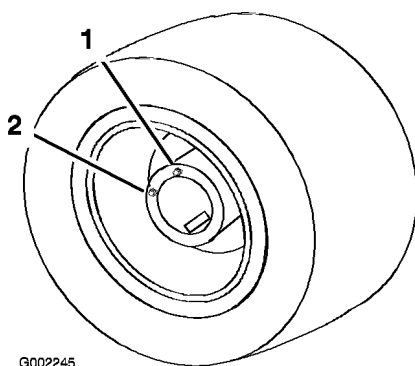

Bild 49
5. Bewegen Sie das Fahrzeug langsam, bis das Rad für das Auffüllen positioniert ist (siehe Bild 49).